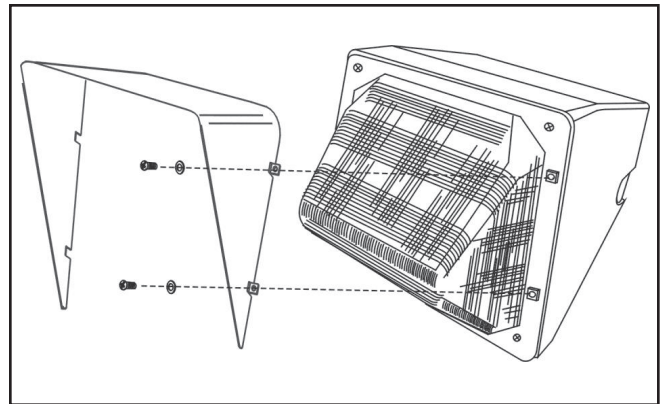

Figura 2.
2. Use los tornillos y arandelas incluidos para montar el visor según la (Figura 2.)